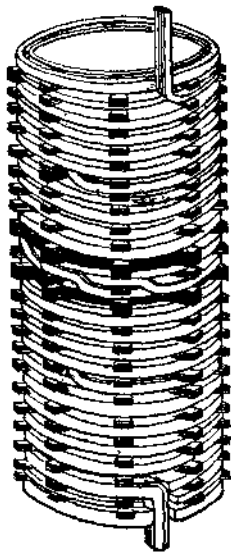

图 8-12 螺旋式绕组
(2) 螺旋式绕组 螺旋式绕组每匝由许多根并联扁导线循螺旋形绕成,绕一圈就是一匝。匝间垫有绝缘垫块,形成幅向油道。撑条构成垂直油道。并联导线必须换位,如图 8-12 所示。